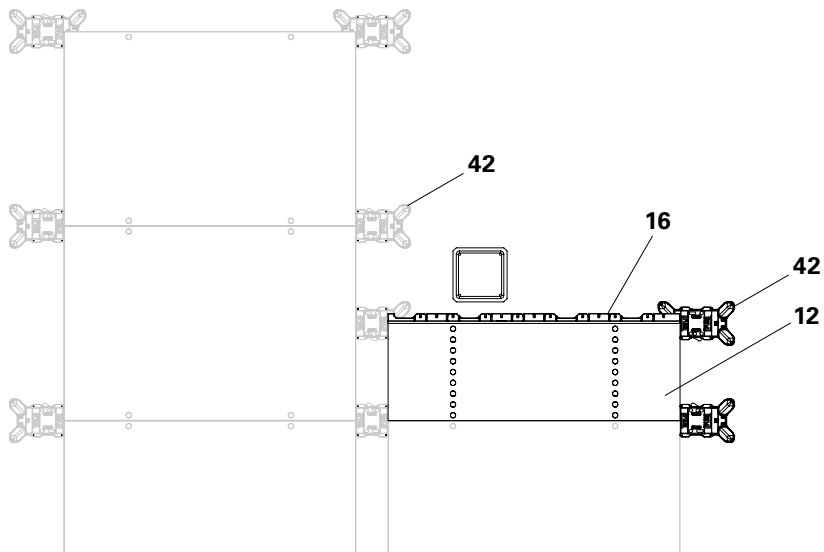
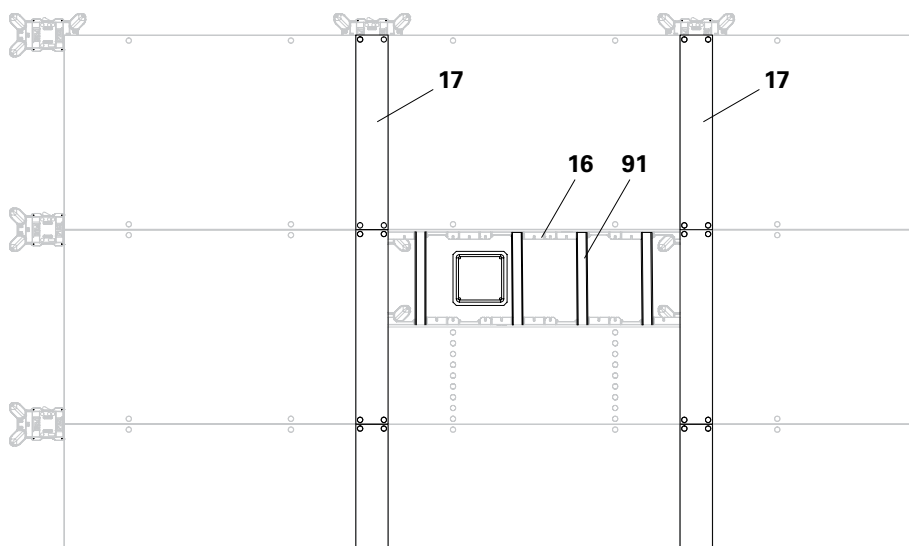

Fig. D3.10
Fig. D3.11
1. Utilizzare teste d'appoggio per disarmo anticipato DBH (42) anziché teste d'appoggio DFH.
2. Agganciare i pannelli con montante di supporto ai puntelli con testa d'appoggio DBH da entrambi i lati. (Fig. D3.10)
3. Disporre travetti squadrati (91) in qualsiasi posizione possibile nel montante di supporto 18 DFS (16).
5. Agganciare dall'alto i pannelli di compensazione DFP (17) alle teste d'appoggio DBH. (Fig. D3.11)